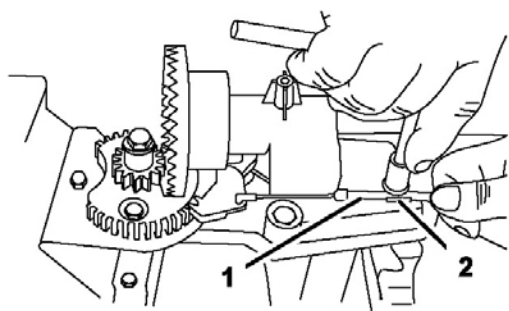

Рисунок 48.
2. Ослабьте болт на зажиме троса (Рис. 48).
Возьмите рубашку троса и двигайте ее вперед машины, пока защелка желоба выброса полностью не зацепит зубцы редуктора (Рис. 48 и 49).